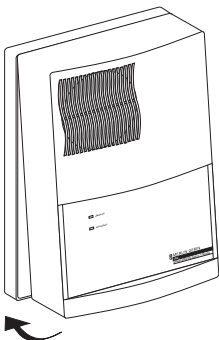

fig. 5
- le raccordement terminé, remplacez le capot sur le socle en encliquetant d'abord la partie supérieure, puis en faisant pivoter vers le bas (figure 5)